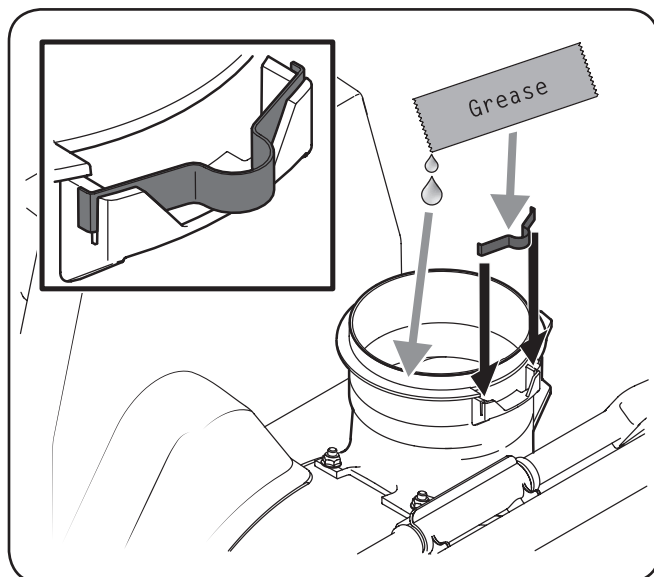

Figura 3-1
1. Instale el resorte de alambre en la abertura de descarga del accesorio quitanieve para lo cual debe insertar ambos extremos en las ranuras provistas. Consulte la Figura 3-1 para conocer la ubicación y la orientación adecuadas del resorte. En el recuadro de la Figura 3-1 se muestra el resorte correctamente instalado con los extremos colocados en las ranuras provistas.
Nota: Place poco de la grasa de litio blanca ofrecidos en la primavera y el otoño de alambre anillo adaptador antes del montaje como se muestra en la Figura 3-1.